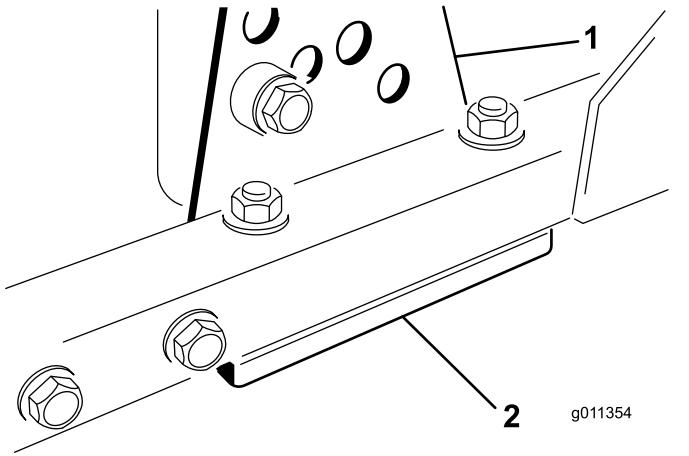

Bild 89
1. Entfernen Sie die Schnitthöhenhalterung (vorne, links oder rechts) vom Mähwerkrahmen (Bild 89).
2. Legen Sie 1,5-mm- und/oder 0,7-mm-Beilagscheiben zwischen dem Mähwerkrahmen und der Halterung ein, um die gewünschte Schnitthöhe zu erhalten (Bild 89).